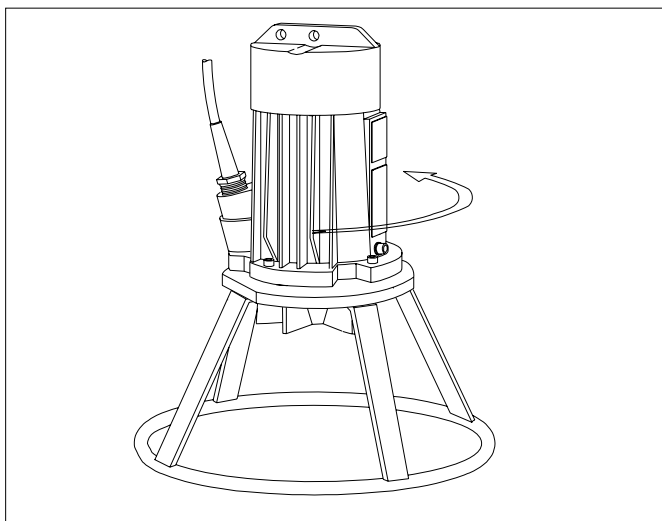

Fig. 5.3
2. O arranque da misturadora causará um recuo no sentido contrário ao de rotação do impulsor. Na posição vertical (ver a Fig. 5.3), este recuo será no sentido contrário ao dos ponteiros do relógio (visto a partir do lado superior do motor).